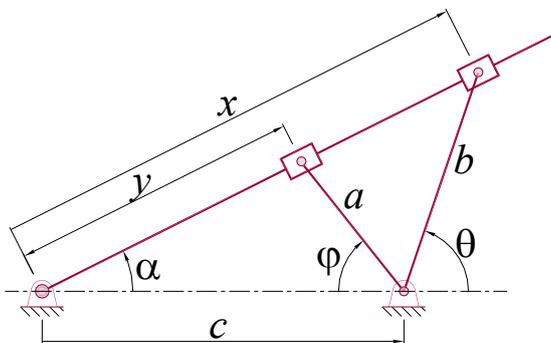

Figura. 6
6. A cadeia, mostrada na **figura 6**, tem  $(\theta, \alpha, x, \varphi, y)$  para coordenadas generalizadas. Verifique se a expressão abaixo pode expressar a velocidade relativa entre os pistões.